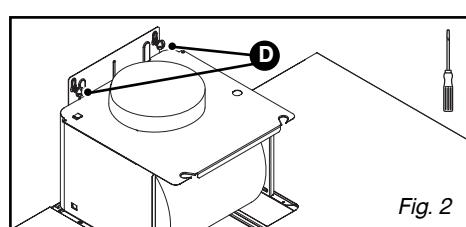

Fig. 2
- Appendere la cappa aspirante alle due viti (fig.2).